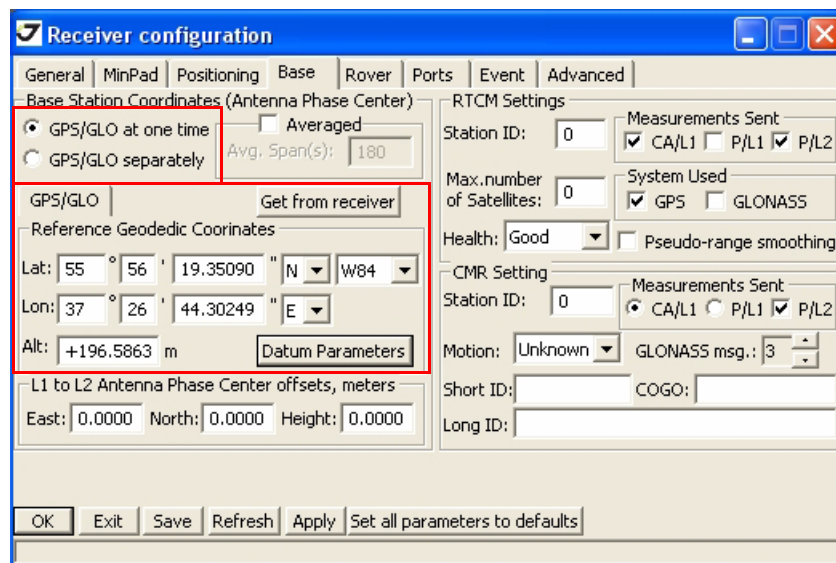

Рисунок 3-10. Закладка *Base*
- Для базового приемника (базы) откройте закладку *Base* и настройте следующие параметры (Рисунок 3-10 на стр. 46), затем нажмите *Apply*.